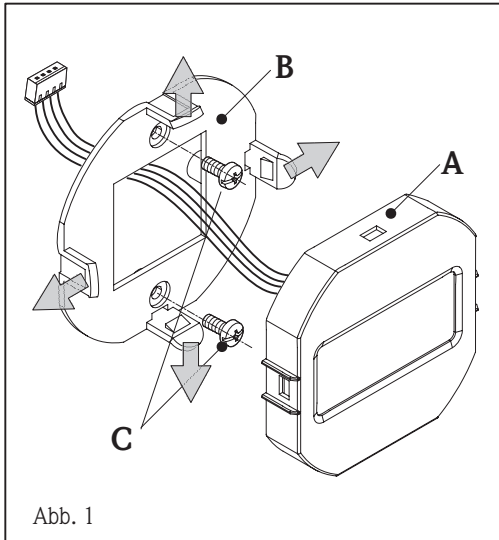

Abb. 1
Abb. 1 Die Anzeige (A) vom Halter (B) abnehmen (Laschen leicht abheben); Halter (B) vom Elektronikmodul (SW 1.x) abschrauben (C) und Anzeige vom Elektronikmodul abstecken.